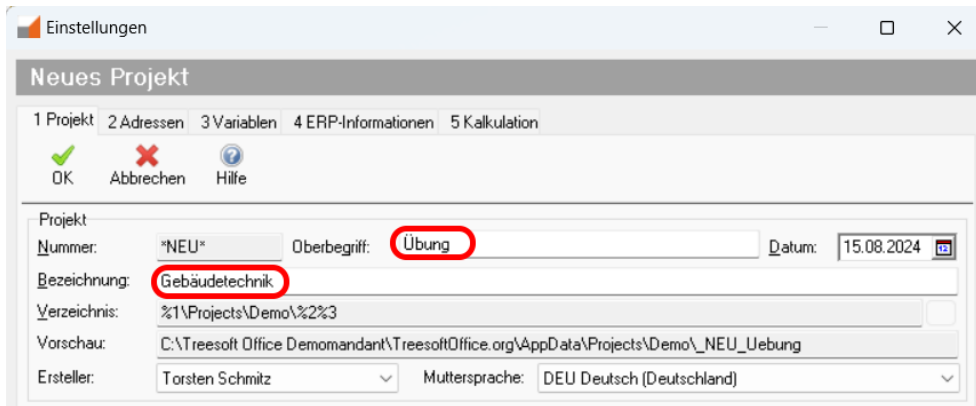

Abbildung 2.2.2: Dialog zum Anlegen eines neuen Projektes (Ausschnitt)
3. Gib in dem anschließend eingeblendeten Dialog als **Oberbegriff** "Übung" und als **Bezeichnung** "Gebäudetechnik" ein (siehe Abbildung 2.2.2).